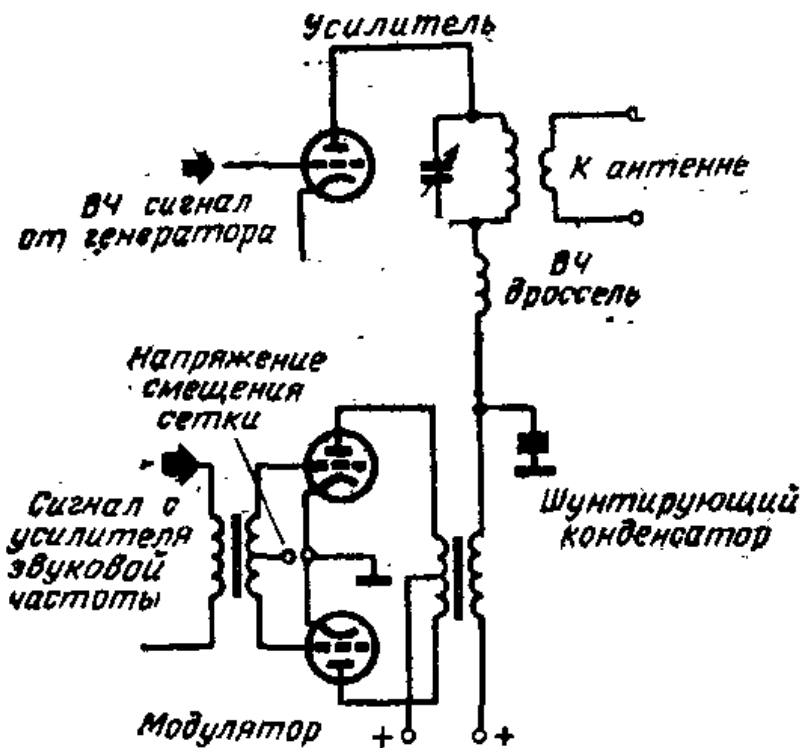

Рис. VI.164. Схема анодной модуляции усилителя.
**Способы осуществления амплитудной модуляции.** Существует несколько разных способов подачи сигнала звуковой частоты в высокочастотный усилитель. Одним из очень распространенных способов является анодная модуляция. При этом способе используют двухламповую схему, называемую двухтактным усилителем класса В (рис. VI.164). Выходной сигнал модулятора подается в оконечный усилитель высокой частоты через модуляционный трансформатор. Напряжение звуковой частоты, возникающее на вторичной обмотке трансформатора, добавляется к анодному напряжению усилителя высокой частоты. Таким образом, напряжение звуковой частоты суммируется или вычитается из постоянного напряжения на аноде. Основной недостаток анодной модуляции заключается в том, что для нее требуется значи-